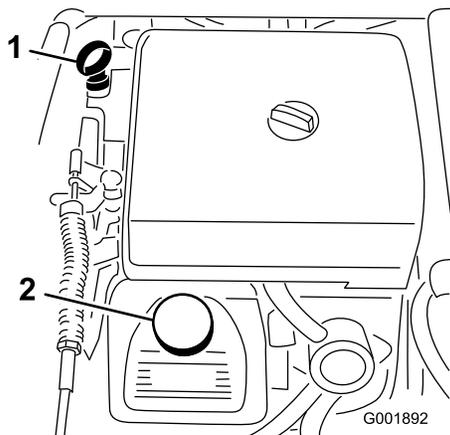

図 21
2. ディップスティックを抜き、ウェスで一度きれいに拭く(図 21)。ディップスティックを、チューブの根元までもう一度しっかりと差し込む。ディップスティックを引き抜いて油量を点検する。
3. 油量が少なければ、バルブ・カバーの上についている補給口(図 21)を開け、ディップスティックの Full マークまでオイルを補給する；オイルの種類や粘度の選択についてはエンジンの整備 , 43ページ「エンジン・オイルについて」を参照。補給するときは、ディップスティックで確認しながら少量ずつ入れてください。入れすぎないように注意してください。